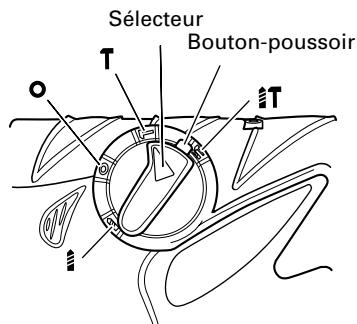

Fig. 9
Le foret de cette perceuse peut être mis en mode de percussion uniquement en appuyant sur le bouton pressoir et en tournant le sélecteur sur le repère **T**. (Fig. 9)
- (3) Tourner le sélecteur sur le repère **T**. (Fig. 9)